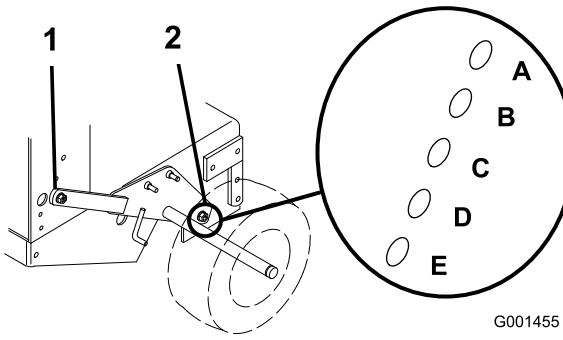

Figure 13
3. Desserrez, sans les enlevez, les 2 boulons de pivot et les 2 boulons de réglage de l'essieu (Figure 13).
4. Placez un cric sous le bâti du moteur, au centre et à l'arrière. Soulevez l'arrière du bâti du moteur jusqu'à ce qu'il soit possible de déposer les 2 boulons de réglage de l'essieu avant (Figure 13).
5. Levez ou abaissez le bâti du moteur à l'aide du cric de sorte à pouvoir insérer les 2 boulons de réglage de l'essieu avant dans les trous voulus (Figure 13).